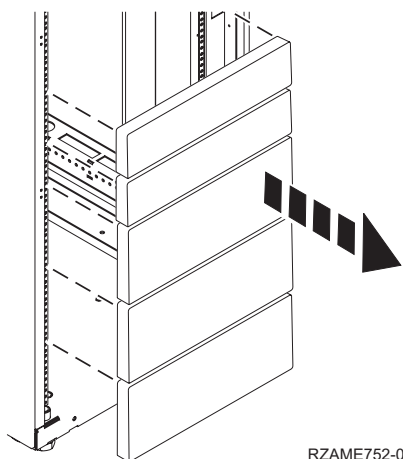

Figura 18. Removendo os painéis de preenchimento
5. Se necessário, remova os painéis de preenchimento para permitir acesso ao interior do gabinete do rack onde você planeja colocar a unidade, conforme mostrado em Figura 18